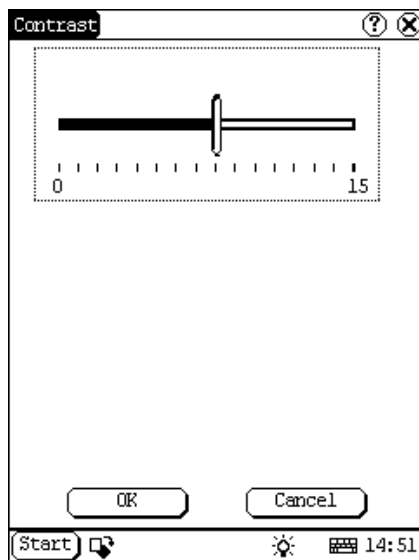

Abb. 4-41
- 1) Zum Öffnen des Interfaces von Kontrast klicken Sie auf das Symbol 'Kontrast'. Siehe Abb. 4-41.